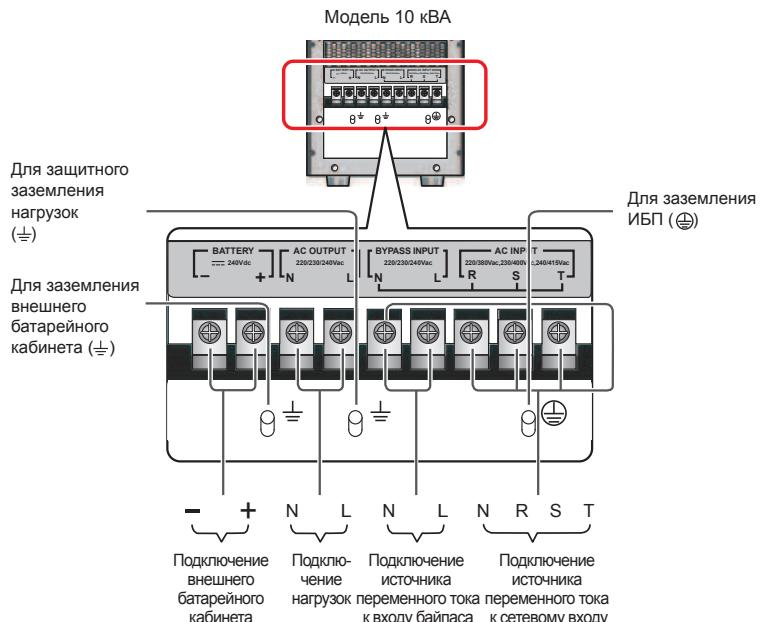

Рис. 6-15. Схема подключения в одиночного ИБП 10 кВА в конфигурации с двумя входами
- 3** Подключите кабели электросети переменного тока, нагрузок, выхода ИБП и внешнего батарейного кабинета к соответствующим зажимам ИБП (см. Рис. 6-15 и 6-16).
- 3 Подключите кабели электросети переменного тока, нагрузок, выхода ИБП и внешнего батарейного кабинета к соответствующим зажимам ИБП (см. Рис. 6-15, 6-16, 6-18).